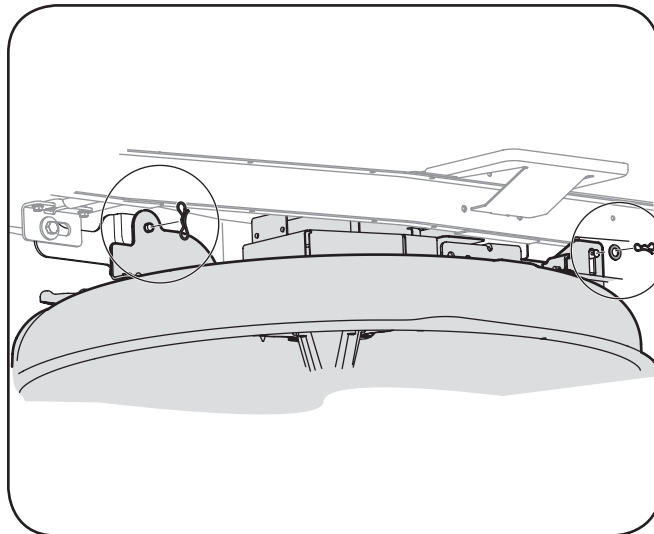

Figura 7-3
5. Extraiga los pasadores de chaveta con unión curva que aún están sujetando la unidad, como se indica en la Figura 7-3.